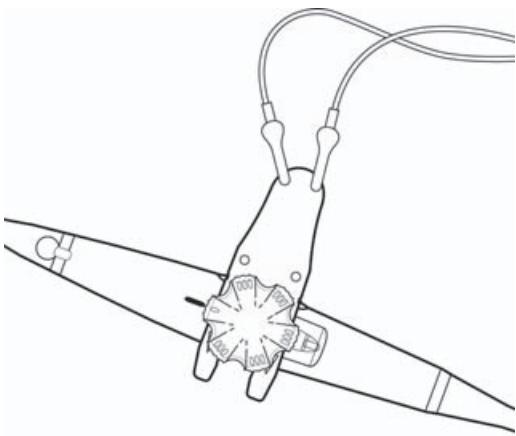

Figur 6 Anslutning av ledande platta
**a** Anslut den svarta ledaren till den ledande plattan i saltvattenbadet såsom visas i **Figur 6**.